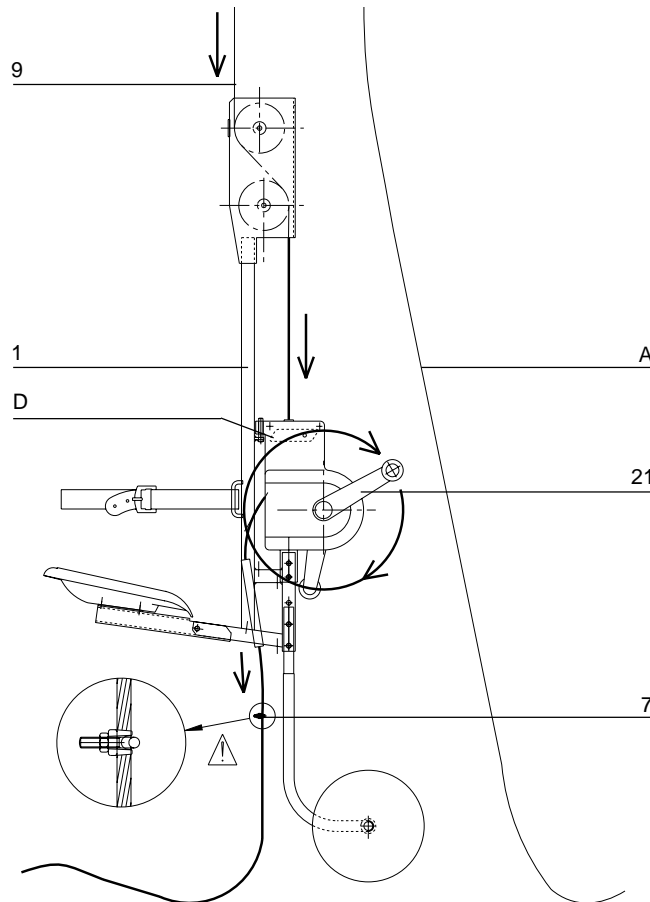

Fig. 1.5
- Pousser manuellement le câble dans le treuil en manoeuvrant la poignée jaune (D) pour pouvoir ouvrir les mâchoires.
- Tourner la manivelle droite (21) dans le sens des aiguilles d'une montre jusqu'à pouvoir observer la sortie du câble. Aider en poussant le câble au besoin.
- Fixer le serre câble (7) de sécurité sur le câble porteur (Fig. 1.5), à environ 200 mm du tube de guidage. Serrer les deux écrous de blocage.